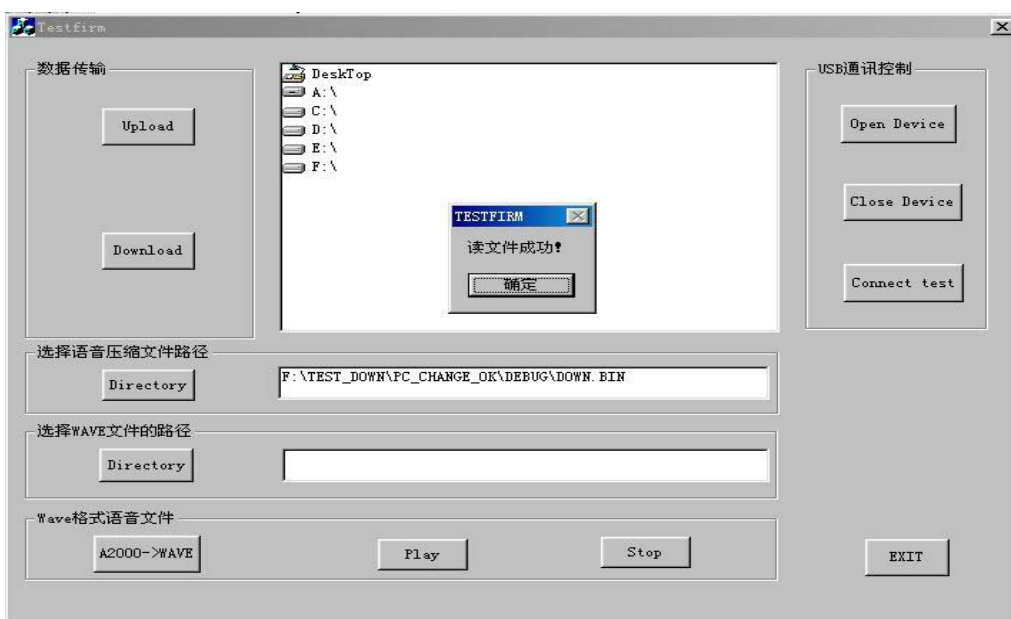

图13 读取文件
- 2) 点击“Download”按钮，出现如图 13 中所示的提示框，表明读取文件成功。